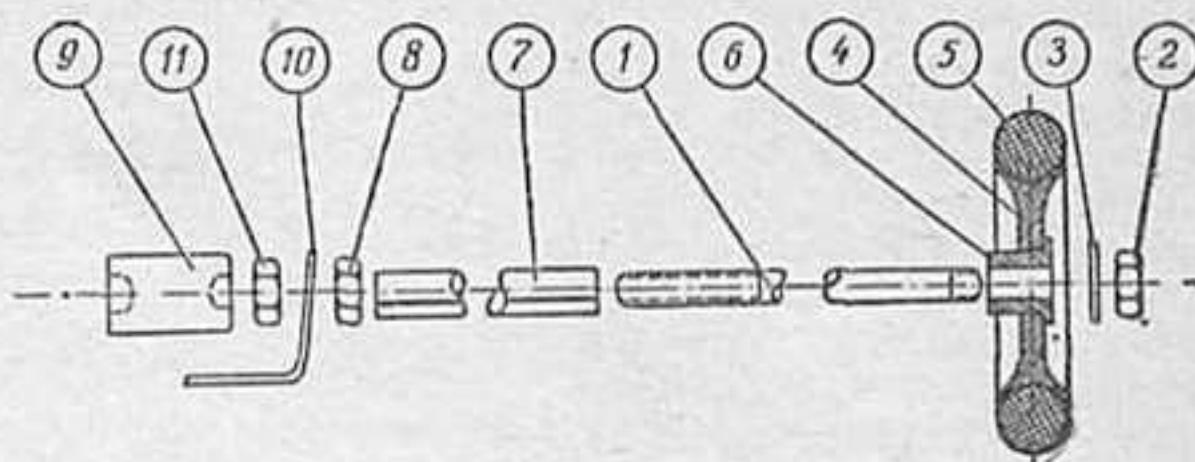

Рис. 5.
Как видно на рис. 5 и 6, передняя ось состоит из двух полуосей (1 и 13), которые упираются с двух сторон в резиновую рессору (9), работающую на сжатие. Перемещение колеса вдоль оси ограничивается с одной стороны гайкой (2) с шайбой (3), а с другой стороны — втулкой (7), которая выгибается из жестких и надевается на полуось. Полуось с помощью двух гаек (8 и 16) крепится к П-образной стойке (10) так, что ее конец на 2,5 мм выступает из гайки (16). П-об-